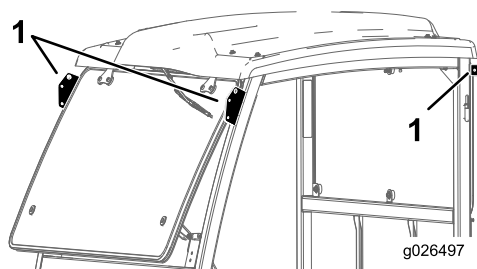

図4
- 吊り上げポイント部分でキャブフレームを吊り上げ、機体の上に降ろします 図4。